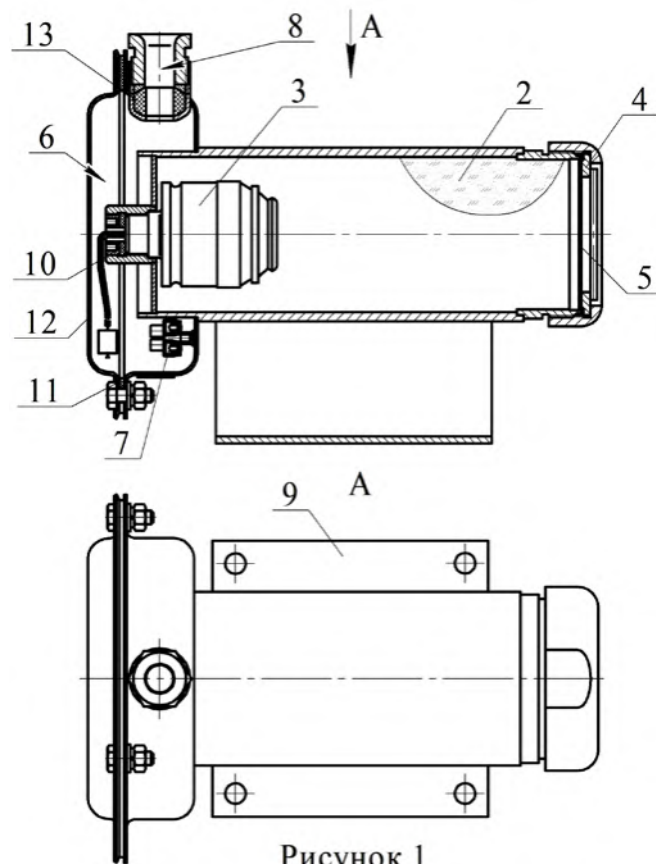

Рисунок 1
МПП (см. рисунок 1) состоит из корпуса **1**, в котором размещаются огнетушащий порошок (ОП) **2** и источник холодного газа (ИХГ) **3**. В передней части корпуса находится насадок-распылитель **4**, выходное отверстие которого перекрыто мембраной **5**. Соединительные провода элемента электропускового ИХГ выведены в коробку **6** через герметизированный узел в корпусе
2.1.3 Через резиновую прокладку **11** (см. рисунок 1) на корпус МПП установить крышку **12** и закрепить соединение гайками.